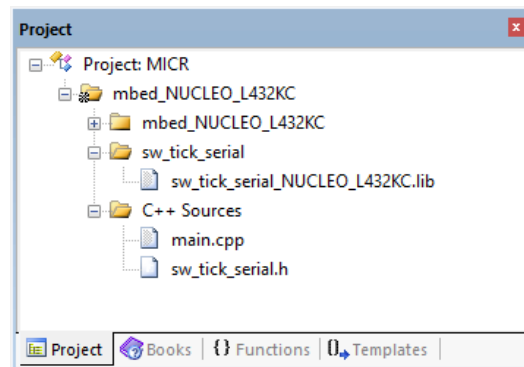

FIGURA 21: *group* y archivos de *sw_tick_serial* añadidos al proyecto.
5. Tal como hizo en el punto 3 anterior, añada ahora el fichero `.lib` en `MICR\sw_tick_serial` al *group* `sw_tick_serial` recién creado. Ahora debe elegir archivos del tipo Library File (`*.lib`). Todo esto añade el fichero objeto de la librería `sw_tick_serial` al proyecto dentro de un *group* llamado `sw_tick_serial`, como se aprecia en la figura 21.